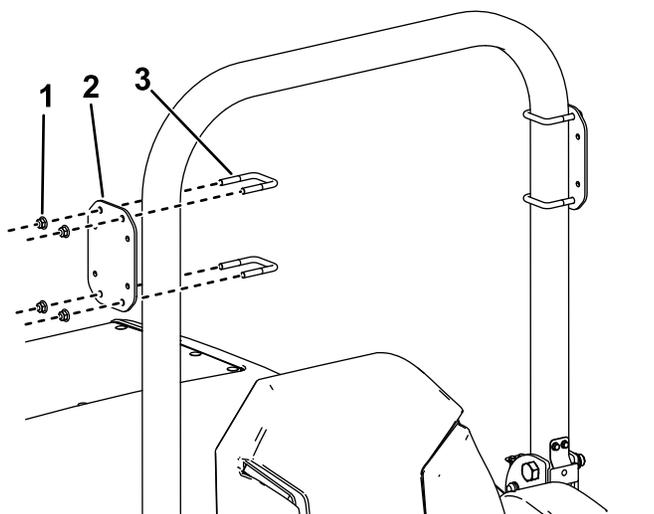

Figura 1
1. Montate un supporto luci su ciascun lato della macchina con 2 cavallotti e 4 dadi di bloccaggio ($\frac{3}{8}$ ") come illustrato nella Figura 1.